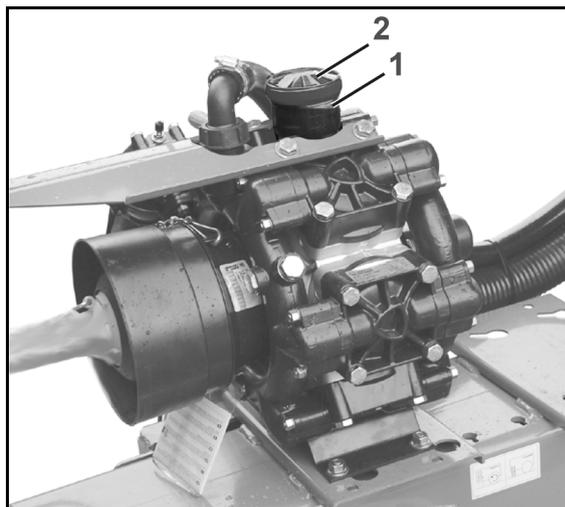

Fig. 191
- Überprüfen Sie die Kolbenmembrane (Fig. 191/8) mindestens einmal jährlich durch Demontage auf ihren einwandfreien Zustand.
- Achten Sie auf die jeweilige Einbaulage der saug- und druckseitigen Ventile, bevor Sie die Ventilgruppen (Fig. 191/5) herausnehmen.
- Tauschen Sie grundsätzlich alle Kolbenmembrane (Fig. 191/8) aus, auch wenn nur eine Kolbenmembrane gequollen, gebrochen oder porös ist.
2. Muttern (Fig. 191/1, 2) entfernen.
3. Saug- und Druckkanal (Fig. 191/3 und Fig. 191/4) abnehmen.
4. Ventilgruppen (Fig. 191/5) herausnehmen.
5. Entfernen Sie die Muttern (Fig. 191/6).
6. Nehmen Sie den Zylinderkopf (Fig. 191/7) ab.
7. Überprüfen Sie die Kolbenmembrane (Fig. 191/8).
- Befestigen Sie die Kolbenmembrane (Fig. 191/8) derart mit Haltescheibe und Schraube (Fig. 191/11) am Kolben (Fig. 191/9), dass der Rand zur Zylinderkopfseite (Fig. 191/7) weist.
- Die Muttern (Fig. 191/1,2) unbedingt kreuzweise mit dem angegebenen Drehmoment anziehen. Unsachgemäßes Anziehen der Schrauben führt zu Verspannungen und somit zur Undichtigkeit.
1. Schraube (Fig. 191/11) lösen und Kolbenmembrane (Fig. 191/8) zusammen mit der Haltescheibe vom Kolben (Fig. 191/9) abnehmen.
3. Nehmen Sie den Zylinder (Fig. 191/10) aus dem Pumpengehäuse heraus.
6. Setzen Sie den Zylinder (Fig. 191/10) wieder in das Pumpengehäuse ein.
7. Kolbenmembrane (Fig. 191/8) montieren.